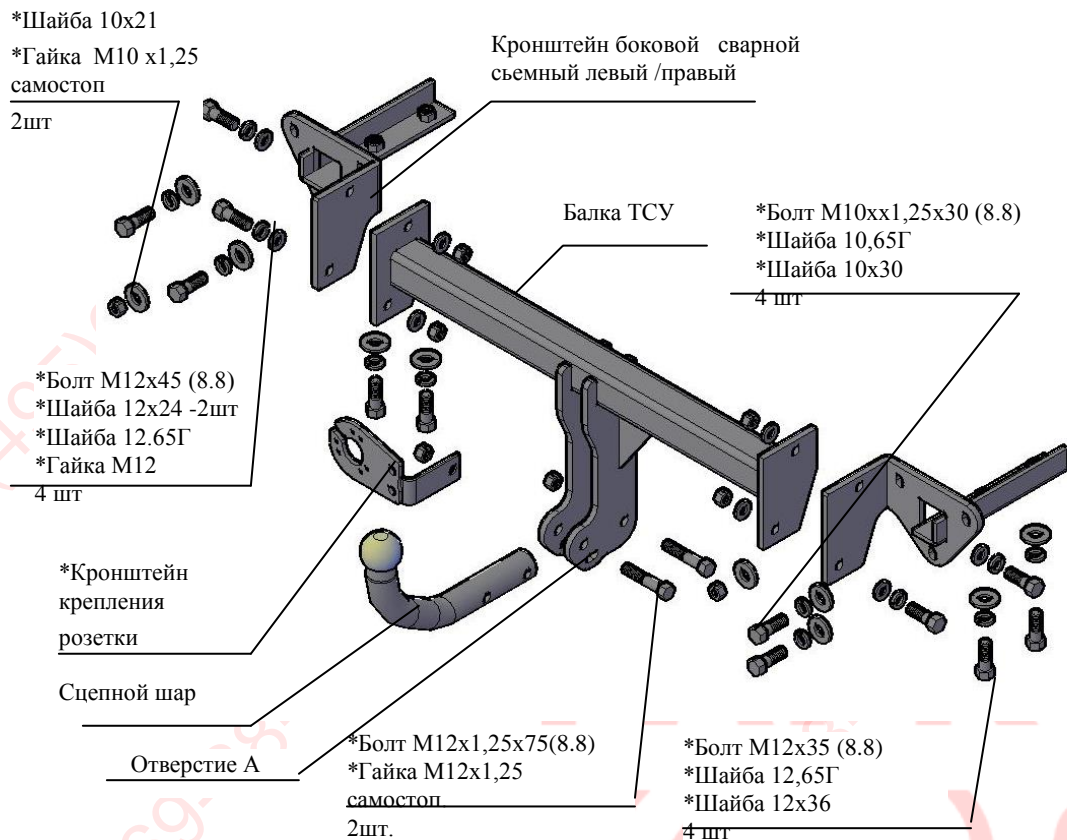

Рис.1 Тягово-сцепное устройство 8510 .
2.1 ТСУ 8510. в сборе (рис.1)	1 шт.
2.2 Пакет с комплектующими (см. рис.1)	1 шт.
4.2 Установить боковые сварные съемные кронштейны в лонжероны а/м (правый и левый соответственно рис.1), закрепить болтами М12х35, подложив под головки болтов шайбы 12.65Г и шайбы 12х36, к фартуку а/м закрепить болтами М10х1,25х30 (используя штатные приварные гайки), подложив под головки болтов шайбы 10.65Г и шайбы 10х30, к штатным болтам крепить гайками М10х1,25 самостоп, подложив шайбы 10х21. Крепеж не затягивать.